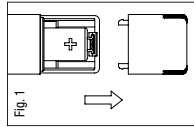

Fig. 1
- Para instalar la pila, abra el compartimiento de la pila ubicado en la parte trasera del aparato (Fig. 1). Instale una pila alcalina AA, el polo positivo primero. Pilas alcalinas garantizarán un rendimiento óptimo y mayor vida útil. Retire la(s) pila(s) al final de su vida útil o si no va a usar el aparato durante un largo período de tiempo. Retire las pilas usadas sin demora. Esto prolongará la vida de su aparato.